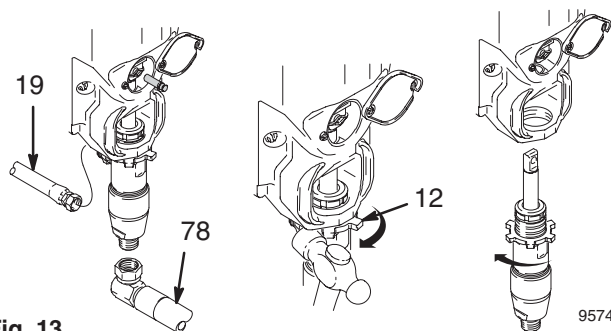

Fig. 13
5. Fig. 13. Retire el tubo de aspiración (78) y la manguera (19).
6. Afloje la contratuerca de la bomba (12). Desenrosque la bomba.
5. Fig. 13. Instale el tubo de aspiración (78) y la manguera (19).